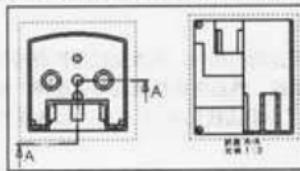

图 6-54 半剖视图
下面将建立如图 6-54 所示的半剖视图，其操作步骤如下：
(7) 单击 $\checkmark$  (确定) 按钮，即可建立如图 6-54 所示的半剖视图。